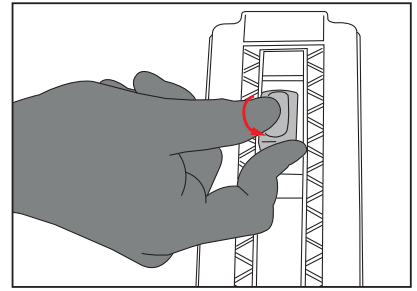

Figura 3.3
- Para plegar el andador o ajustar su altura debe girar el botón rectangular 90° en el sentido opuesto a las agujas del reloj y luego presionarlo. Baje el andador hacia la altura deseada y luego suelte el botón. **Ver Figura 3.3.**